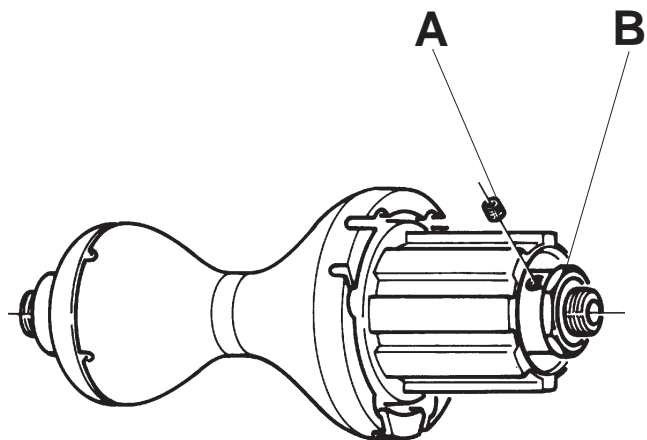

Fig. 58
- Svitare il grano a brugola (A) (chiave da 2 mm) che serve di sicurezza al dado (B) (Fig. 58).
- Dévissez la vis à six pans (A) (clé de 2 mm) qui sert de sécurité pour l'écrou (B) (Fig. 58).
- Unscrew the safety Allen screw (A) (2 mm Allen wrench) which blocks the lock-nut (B) (Fig. 58).
- Desatornillar el tornillo sin cabeza (A) (llave de 2 mm) que sirve de seguridad de la tuerca (B) (Fig. 58).
- Die Madenschraube (A) (2 mm Schlüssel), der als Sicherung der Mutter (B) dient (Abb. 58), abnehmen.
- Draai de veiligheidsmoer (A) los (2 mm imbussleutel) die de borgmoer blokkeert (B) (fig. 58).